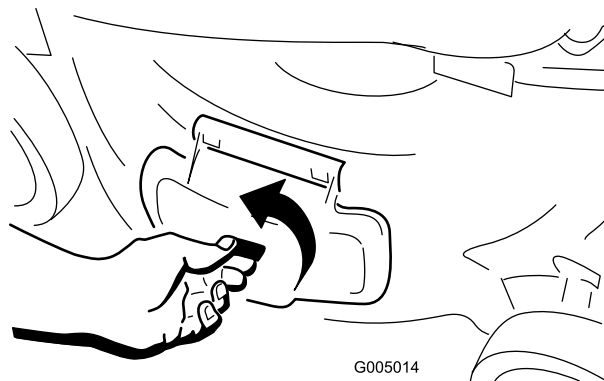

Bild 20
1. Entriegeln Sie die Seitenauswurfklappe (Bild 20).